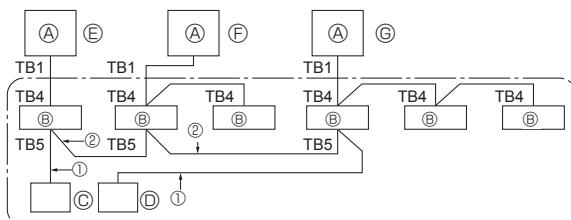

Fig. 9-1
① Podać zasilanie (wyłącznik automatyczny).
② Po zamknięciu zaworu odcinającego ciecz ustawić przełącznik SWP na pulpicie sterowniczym jednostki zewnętrznej w pozycji WL. Sprzężarka (jednostka zewnętrzna) i wentylatory (jednostki wewnętrzna i zewnętrzna) rozpoczęły pracę i rozpoczęcie się usuwanie czynnika chłodniczego. Diody LED1 i LED2 na pulpicie sterowniczym jednostki zewnętrznej są włączone.
9. Sterowanie systemem (Fig. 9-1)